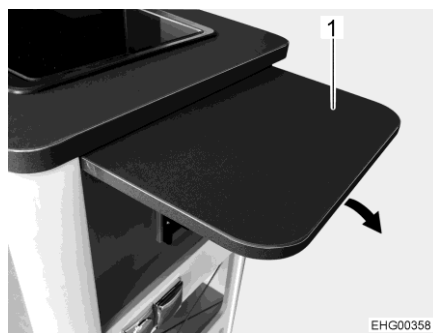
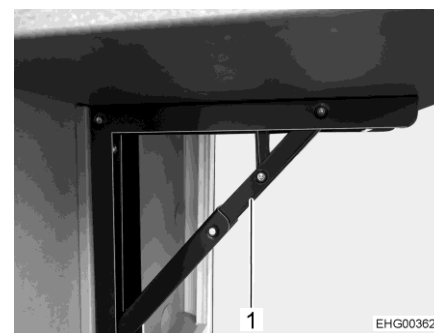

Bild 40 Thekenklapptisch
Bild 41 Halterung
- Thekenplatte (Bild 40,1) nach oben klappen, bis die Halterung (Bild 41,1) einrastet.
- Halterung (Bild 41,1) einklappen und Thekenplatte (Bild 40,1) nach unten klappen.